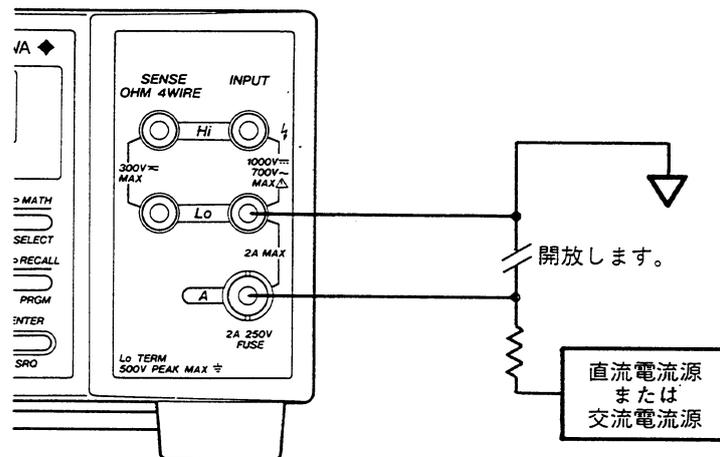

図4.5
- (1) 電流入力端子 A~Lo に測定リードを接続し、図 4.5 のように測定点に接続します (Lo 端子をグラウンドに近い方の測定点に接続します)。